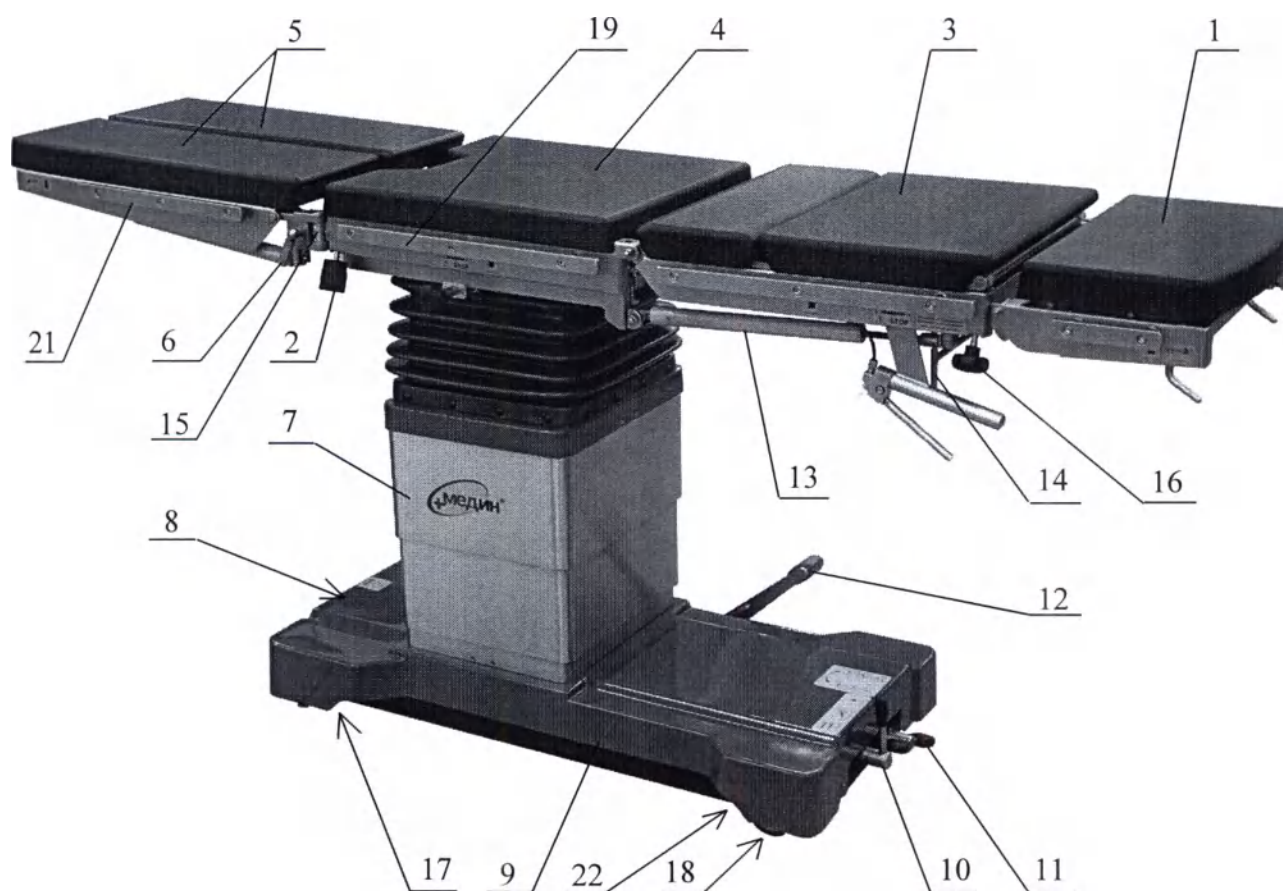

Рисунок 1. Стол операционный универсальный медицинский ОУ-01К
В конструкции стола используются газовые пружины 13 (Рисунок 1). ЗАПРЕЩАЕТСЯ разбирать, нагревать и подвергать корпуса пружин механическим воздействиям (ударам).
ВНИМАНИЕ! Операционный стол имеет значительный вес. При переносе стола для уменьшения его веса снимите головную 1 и ножные секции 5 (Рисунок 1).
6.2 Панель стола состоит из секций: головной 1, спинной 3, центральной (тазобедренной) 4 и ножной 5 (Рисунок 1). Ножная секция состоит из двух частей – правой и левой.
9.8 Перед использованием стола по назначению подсоедините стол к контуру выравнивания потенциалов с помощью зажима выравнивания потенциалов 22 (Рисунок 1), расположенного на основании стола 9.
ВНИМАНИЕ! Конструкция стола допускает перестановку панели на 180° с целью обеспечения комфортной работы хирурга при проведении операций в некоторых специальных областях хирургии. Для этого следует, отвернув крепежные болты панели, развернуть панель на 180°, получив при этом расположение переключателей управления 10, 11 под ножными секциями панели. После чего тщательно затяните крепежные болты панели (Рисунок 1).